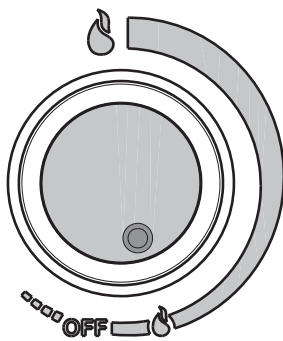

fig. 8B
- Pour allumer le chauffe-eau tourner dans le sens inverse des aiguilles d'une montre le sélecteur "A" sur le symbole "☼" (fig. 8B).
Le dispositif économiseur est inséré en tournant le bouton "A" jusqu'à atteindre la position "☼" (fig. 8B). L'insertion de l'économiseur permet de limiter la puissance thermique maximum fournie quand l'exigence d'utilisation doit être généralement contenue (faible écart thermique ou débits réduits de prélèvement par exemple pendant la période d'été).